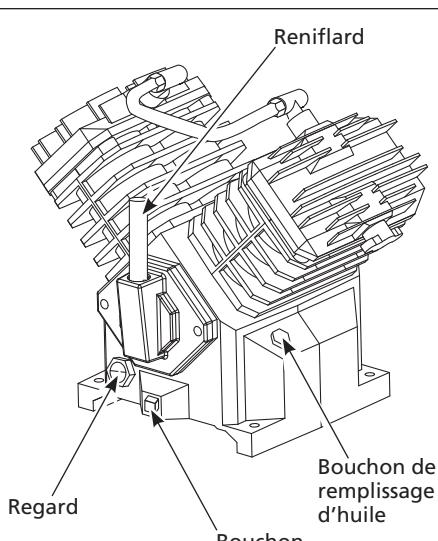
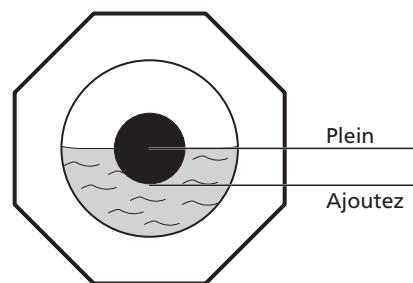

Figure 8
Figure 9 - Regard
N'utilisez pas de lubrifiant pour automobile ordinaire. Les additifs qui y sont présents pourraient former des dépôts sur la soupape et user la pompe prématurément. Pour prolonger au maximum la durée de vie de cette dernière, vidangez l'huile et remplacez-la après la première heure d'utilisation. Cette pompe comporte un indicateur permettant de voir le niveau d'huile (Figure 8) afin de la maintenir au niveau indiqué à la Figure 9.
1. Retirer le bouchon de l'ouverture de remplissage d'huile. Remplir la pompe au niveau d'huile approprié (Voir la Figure 9). Installez le reniflard (qui se trouve dans le sac de pièces avec ce manuel ou suspendu du cylindre).
- (Voir la Figure 8). Permettre que l'huile se vide dans le récipient.
- d. Replacer le robinet de purge, remplir la pompe au niveau complet (Voir la Figure 8). Utiliser l'huile à moteur synthétique Mobil 1 10W-30 dans ce compresseur.